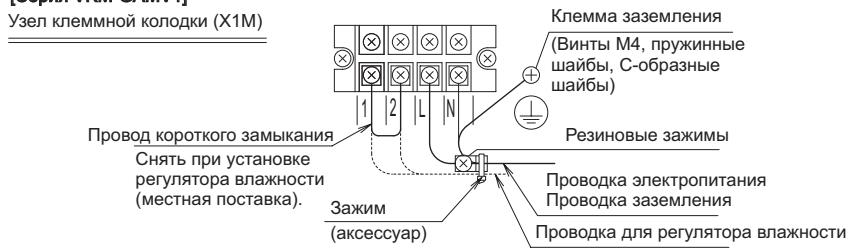

Рис. 17-1
- Протянуть проводку электропитания и проводку заземления через отверстие в шкафе электрических устройств, и закрепить комплектным зажимом после подсоединения проводов к клеммным колодкам. (См. Рис. 17-1, 17-2)
- Закрепить зажимом вместе с проводом электропитания. (См. Рис. 17-1)